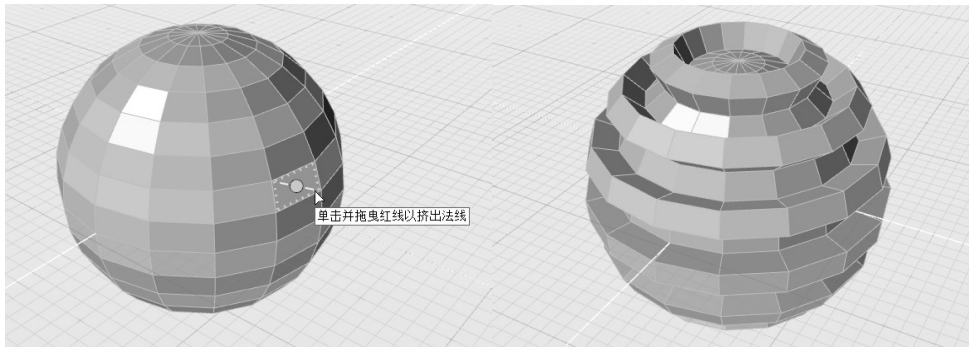

图 6-37 沿红线向外拖曳 (左), 获得挤出结果 (右)
7) 将鼠标光标移动到任意一个已选的多边形面, 当将鼠标光标移动至圆形图标两侧的红色虚线处时, 按住鼠标左键向外拖曳, 如图 6-37 所示。